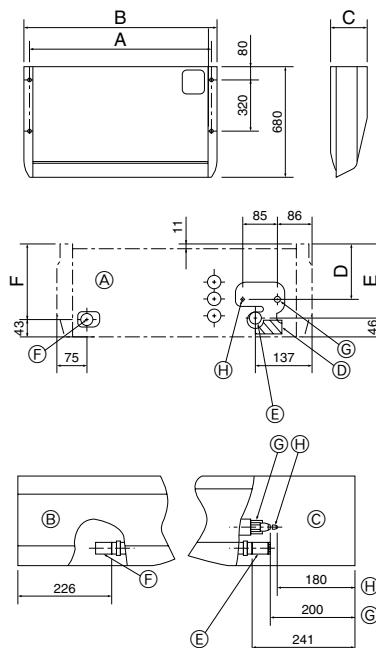

Fig. 3-2
①	Rondelle	4
②	Gaine protectrice de tuyau	1 grande taille (pour la tuyauterie à gaz)
③	Gaine protectrice de tuyau	1 petite taille (pour la tuyauterie à liquide)
④	Courroie	4
⑤	Douille	1 Marquée "UNIT" (APPAREIL)
⑥	Gaine de la douille	1
⑦	Gaine du tuyau d'évacuation	1
3.2. Préparation à l'installation (Fig. 3-2)